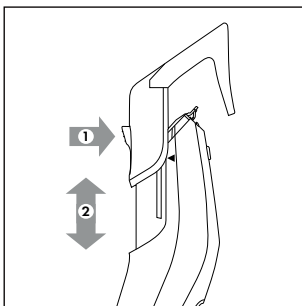
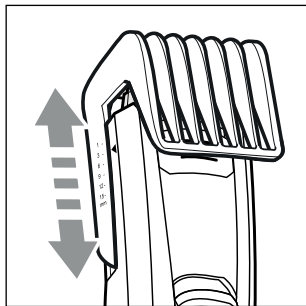

Fig. 3
Fig. 4
- ◆ Tryk på knappen bag på kamopsatsen 10/11, og skyd kamopsatsen 10/11 opad eller nedad (se fig. 3). På denne måde kan du indstille den ønskede klippelængde (se også kapitlet **Klipning af hår**).
- 3) Indstil klippelængden på kamopsatsen **10/11** til den ønskede hårlængde. Tryk på knappen bag på kamopsatsen **10/11** og forskyd kamopsatsen **10/11** opad eller nedad (se fig. 3). Klippelængden kan aflæses vha. markeringerne på siden af kamopsatsen **10/11** (se fig. 4). Start først med en længere klippelængde, og indstil gradvist kortere klippelængder i løbet af klipningen.
- ◆ Indstil klippelængden på kamopsatsen **10/11** til den ønskede hårlængde. Tryk på knappen bag på kamopsatsen **10/11** og forskyd kamopsatsen **10/11** opad eller nedad (se fig. 3). Klippelængden kan aflæses vha. markeringerne på siden af kamopsatsen **10/11** (se fig. 4). Trim kun skægget trinvist.